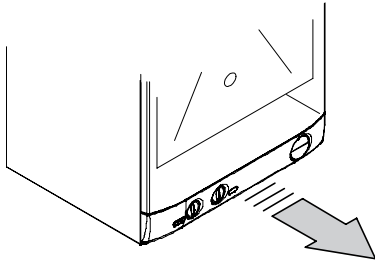

Figura 5.18
- Estrarre frontalmente il pannello comandi per accedere alla morsettiera di alimentazione Figura 5.18.